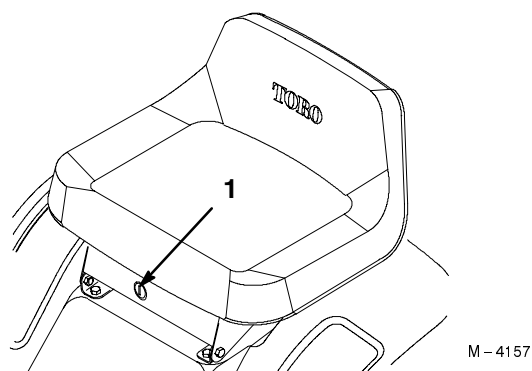

Figure 11
S'il est nécessaire d'utiliser la commande des lames (PdF) en marche arrière, vous pouvez désactiver ce dispositif de sécurité à l'aide du commutateur KeyChoice situé près du support du siège (Fig. 11).
2. Introduisez la clé dans le commutateur KeyChoice (Fig. 11).